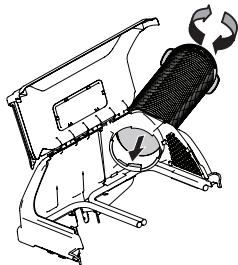

Figura 24
1. Enrosque el lado final superior del tubo del canal en forma segura, en el soporte superior del canal. Existen dos lengüetas en el lado bajo interno del soporte del canal superior que permiten un enrosque seguro. Consulte la Figura 24.